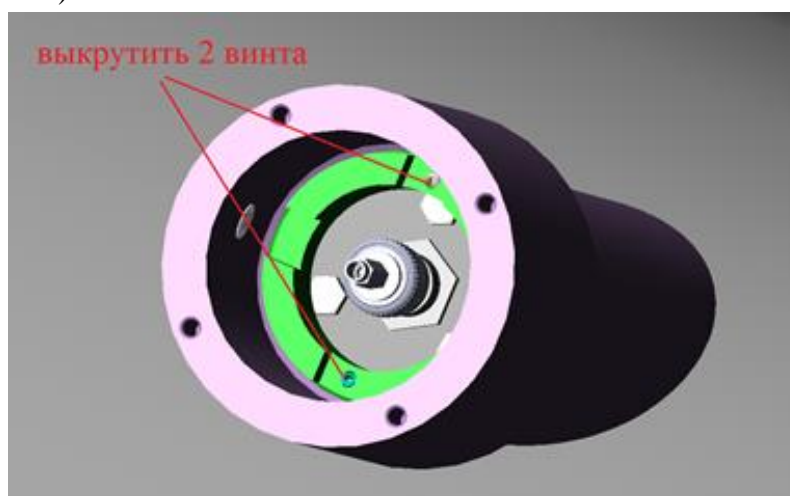

Рисунок 48 – Винты установочные
4.2.2.5 Выкрутить 2 винта установочных, фиксирующих гайку для исключения откручивания (рисунок 48).